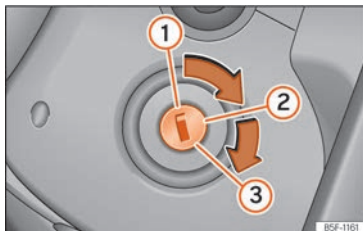

Abb. 136 Positionen des Zündschlüssels
Positionen des Schlüssels » Abb. 136
- Drehen Sie den Zündschlüssel in Stellung »» **Abb. 136 ②**. Dieselfahrzeuge werden vorgeglüht .
- Drehen Sie den Zündschlüssel weiter in die Stellung »» **Abb. 136 ③** ohne Gas zu geben.
- Wenn der Motor anspringt, Zündschlüssel loslassen. Beim Loslassen geht der Fahrzeugschlüssel in die Position **②** zurück.
- *Fahrzeuge mit Zündschloss:* Drehen Sie den Zündschlüssel in Stellung » » Abb. 136 ①.